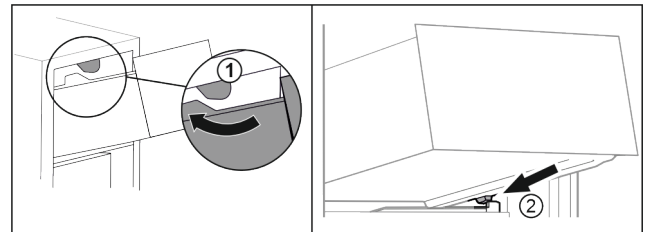

Fig. 97
- ▶ Guider le tiroir en contournant les butées supérieures. Fig. 97 (1)
- ▶ Placer le tiroir, en l'inclinant, derrière les butées inférieures sur la nervure de récipient. Fig. 97 (2)